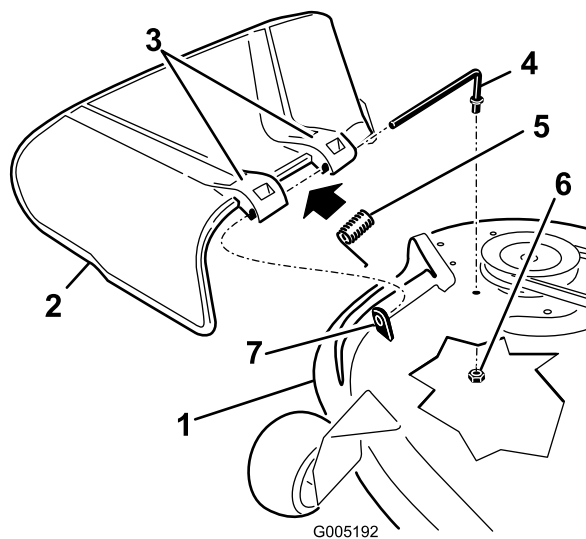

Figure 61
1. Retirez l'écrou (3/8 po) de la tige, sous le tablier de coupe (Figure 61).
2. Sortez la tige de la courte cheville de positionnement, du ressort et du déflecteur d'herbe (Figure 61).
4. Remettez en place le déflecteur d'herbe (Figure 61).
7. Insérez la tige dans le deuxième support du déflecteur d'herbe (Figure 61).
9. Fixez l'extrémité arrière de la tige dans le tablier de coupe à l'aide d'un écrou ($\frac{3}{8}$ po), comme montré à la Figure 61.